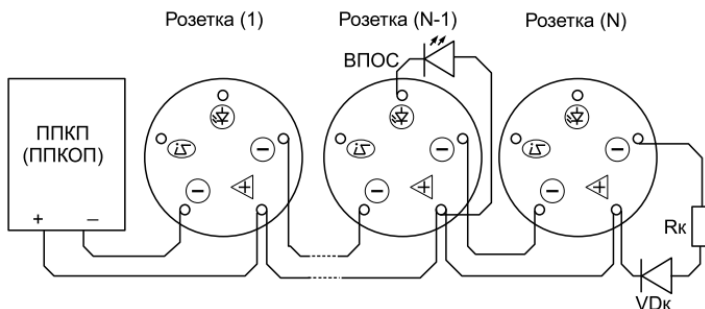
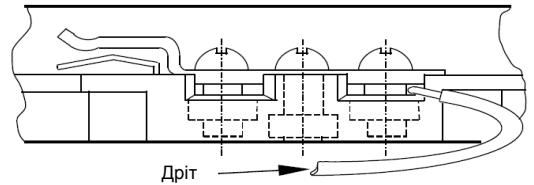

Рисунок 2 Схема підключення розеток
Рисунок 3 Монтаж дроту
2.3 Схема підключення розетки показана на рис. 2. Схема повинна бути уточнена при використанні конкретного типу ППКП або ППКОП.
4.3.4 Підключити до контактів розетки дроти шлейфа згідно зі схемою, наведеною на рис. 2. Кінець оголеного дроту (5...7 мм) ввести в паз під контактом згідно рис. 3 та зафіксувати гвинтом. До контактів розетки можна підключати дроти перерізом від 0,2 до 1,5 мм2.